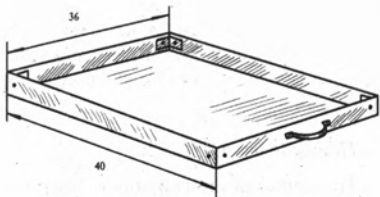

Рис. 37. Зольник
5. Изготовьте зольник (рис. 37) из жести, предварительно разметив линии отбортовки стальным угольником и чертилкой, вырежьте уголки и соедините стороны с помощью латунных уголков.